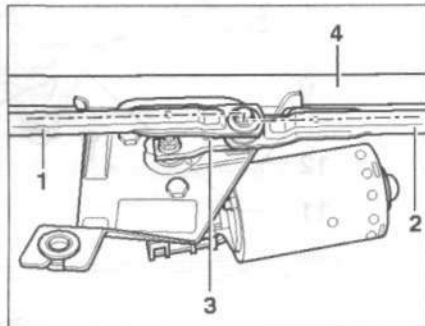

Рис. 12.16. Ослабьте кривошип 3 и установите сначала соединительный рычаг 2, затем соединительный рычаг 1.
13. Ослабьте кривошип 3 и установите сначала соединительный рычаг 2, затем соединительный рычаг 1 (рис. 12.16). Установите рычаги 1 и 2 в одну линию и затяните гайку 3 кривошипа.